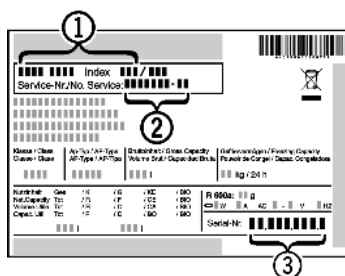

Fig. 12
- Odczytać z tabliczki znamionowej oznaczenie urządzenia *Fig. 12 (1)*, nr serwisowy *Fig. 12 (2)* oraz numer seryjny *Fig. 12 (3)*. Tabliczka znamionowa znajduje się po lewej stronie wewnątrz urządzenia.
- Poinformować serwis i podać opis zakłócenia, oznaczenie urządzenia *Fig. 12 (1)*, nr serwisowy *Fig. 12 (2)* oraz numer seryjny *Fig. 12 (3)*.